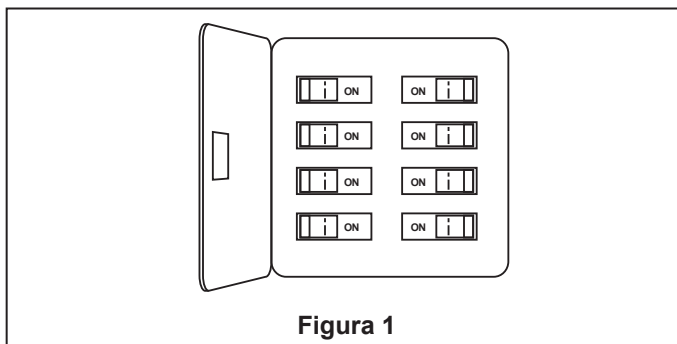

Figura 1
- ☐ 1. Desmonte el unidad de carcasa del Interruptor extrayendo los tres tornillos. (Figura 1)
1. Conecte el conector de 2 pasadores desde la Unidad del motor del ventilador al conector de 2 pasadores desde la unidad de la caja del adaptador del interruptor. (Figura 1)